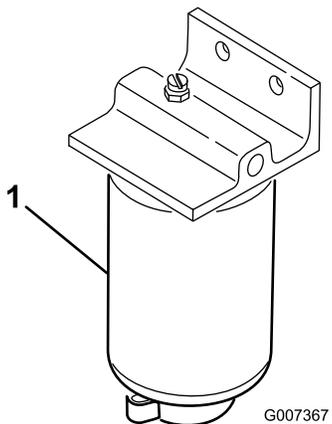

Рисунок 49
Ежедневно сливайте воду или другие загрязнения из водоотделителя (Рисунок 49).
2. Ослабьте сливную пробку в днище корпуса фильтра (Рисунок 49).